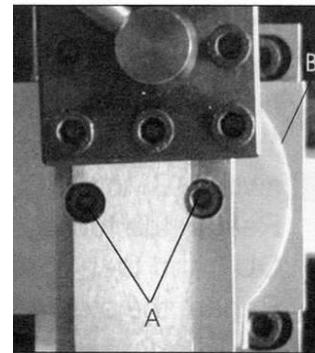

Рис.8
Для обработки конусных поверхностей используйте верхний суппорт, который расположен на поперечном суппорте и установлен к нему под прямым углом (обозначен нулевой отметкой на корпусе поперечного суппорта). Чтобы установить продольный суппорт для пиления под углом, двигайте салазки, пока не покажутся два крепёжных винта (A), см. Рис.8